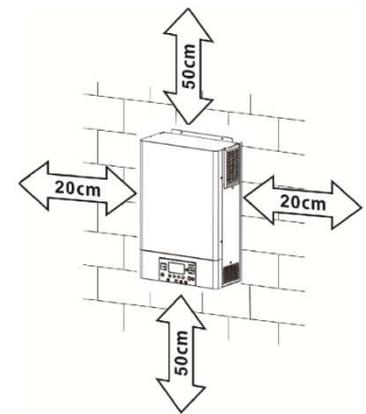

Fig. 5.1 : Distance minimale aux autres objets
- Assurez une distance minimale par rapport aux autres objets et surfaces, comme le montre la **Fig. 5.1** pour garantir une dissipation de chaleur suffisante et avoir suffisamment d'espace pour enlever les fils.